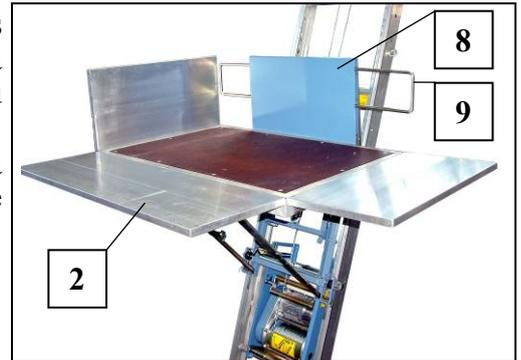

Fig. 53 Déplacer les ridelles.
- La ridelle avant (8) peut elle aussi est repliée (par exemple pour faciliter le déchargement sur l'extrémité supérieure de l'échelle).
- Pousser l'étrier de protection (9) vers l'avant (voir Fig. 53).
- Relever la ridelle (8), plier et pousser dans le cadre de la plateforme.